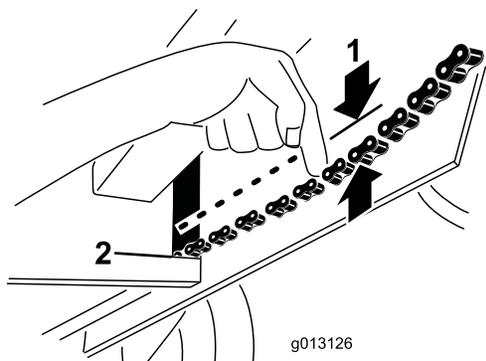

Figure 26
- Exercez une charge de 4,5 kg (10 lb) sur chaque chaîne près de l'ouverture du cadre (Figure 26). Si une chaîne vient toucher le bas de l'ouverture, tendez-la comme suit :